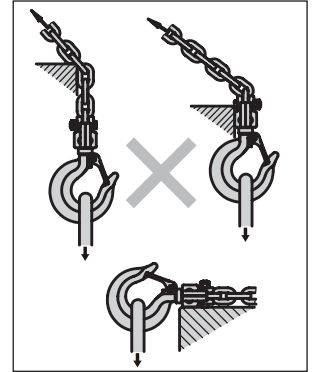

図 2
- 荷が揺れる吊り方はしないでください。また、操作時はロードチェーンと下フックを同一直線上の位置にし、荷が揺れる吊り方はしないでください。また、吊り荷を揺らさないでください。(図2参照)